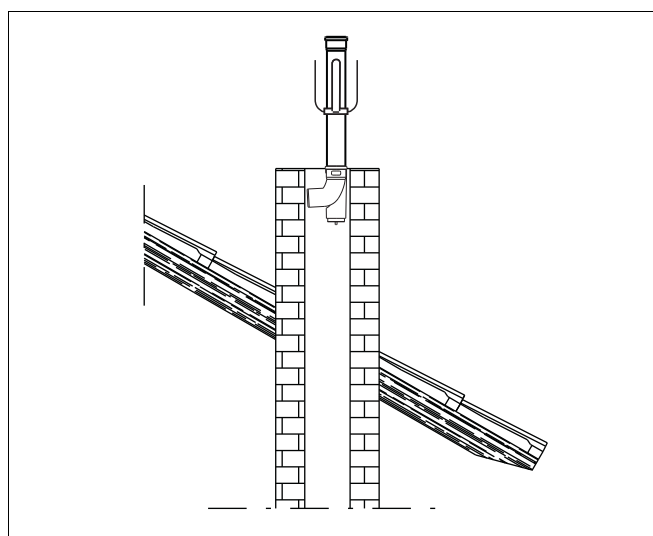

Рис. 15 Установка дымовой трубы в шахту
- Введите дымовую трубу сверху в шахту (рис. 15) так, чтобы муфта трубы была немного выше верхней кромки шахты.